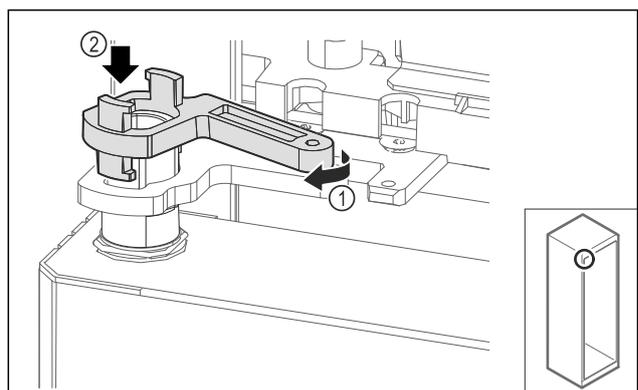

Fig. 70
- ▶ Tourner légèrement le verrouillage du support de palier Fig. 70 (1) et le poser sur la douille Fig. 70 (2).